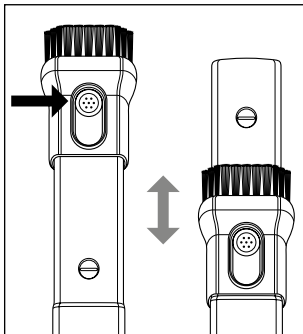

Abb. 3
- ◆ Zum Verstellen der 2-in-1 Saugdüse **12** halten Sie den Knopf an der Bürstendüse gedrückt. Schieben Sie die Bürstendüse nach vorne, wenn Sie die Bürstendüse verwenden möchten. Schieben Sie die Bürstendüse zurück, wenn Sie die Fugendüse verwenden möchten (siehe Abb. 3).